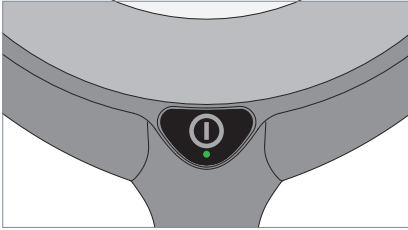

Fig. 8: Taste.
- ▶ Drücken Sie die Taste, siehe Fig. 8.
- ▶ Drücken Sie die Taste und halten Sie diese Taste gedrückt, siehe Fig. 8.
- ▶ Drücken Sie die Taste zweimal schnell hintereinander, siehe Fig. 8.